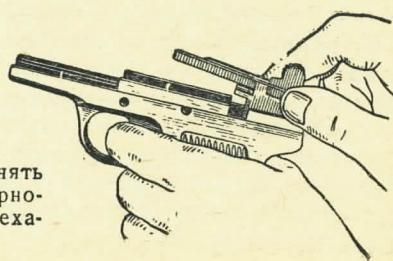

Рис. 80. Как снять колодку ударно-спускового механизма
7) снять колодку ударно-спускового механизма: удерживая левой рукой рамку пистолета за рукоятку, правой рукой снять колодку кверху (рис. 80).